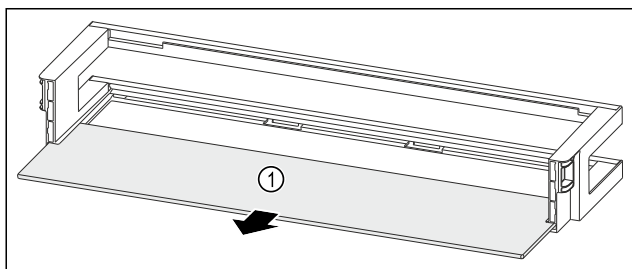

Fig. 207 Polica u vratima s policom za odlaganje
- Izvadite policu Fig. 207 (1).